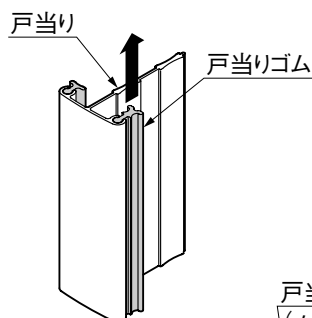
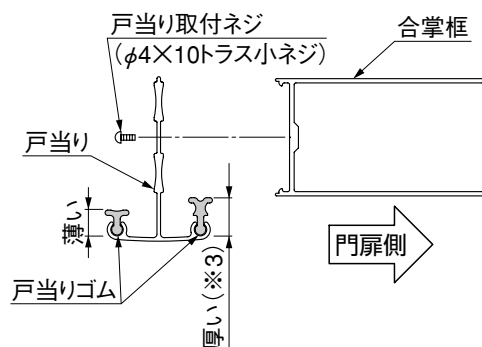

図4-4
図4-5
- 片開き用戸当りの場合は、戸当りゴムの部分に左右があります。(図4-4、図4-5参照)
① 戸当りゴムは矢印の方向に動かすと外れますので(図4-4参照)、厚い戸当りゴム(※3)が門扉合掌框側にくるように組換えてください。